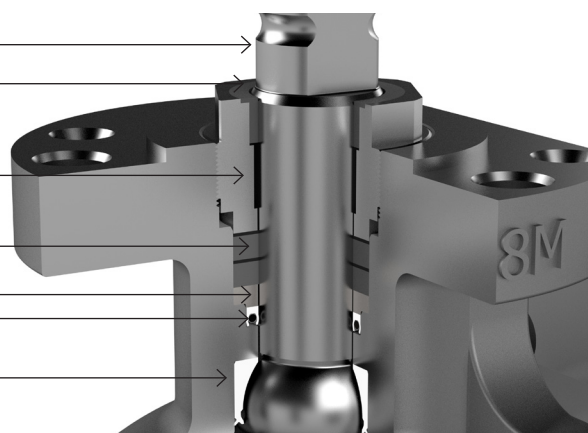

Figure 5
5. Installez la bague de soutien (9) sur l'axe (4), avec la partie surélevée tournée vers le bas, jusqu'à ce qu'elle se trouve au fond de la chambre de garniture. (voir la Figure 5).